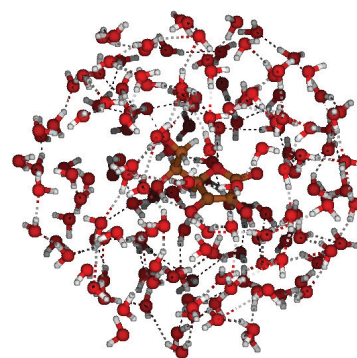

図 3. 水溶液中モデル
(2) 水溶液中構造を予測するため、アスコルビン酸の周りに 150 個の水分子を配置した系を用いて分子動力学(MD)計算を行った (図 3)。溶質部分を Quantum Mechanics で溶媒部分を Molecular Mechanics で取り扱う QM/MM-MD 法を用いた。水溶液中ではアスコルビン酸はアニオン種になっていると考えられるので計算にはアスコルビン酸アニオンを用いた。 α, β の異なる 9 つの異性体を初期構造として温度一定 (300K) 体積一定 (半径:10.24Å) で 6ps のシミュレーションを行った。